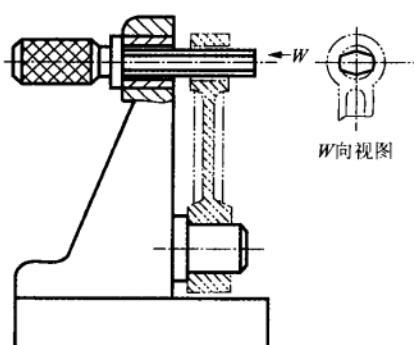

图 2.7 镗削连杆小头孔定位简图
(25) 图 2.7 为镗削连杆小头孔工序定位简图。定位时在连杆小头孔插入削边定位插销, 夹紧后, 拔出削边定位插销, 就可进行镗削小孔。试分析各个定位元件所消除的自由度。